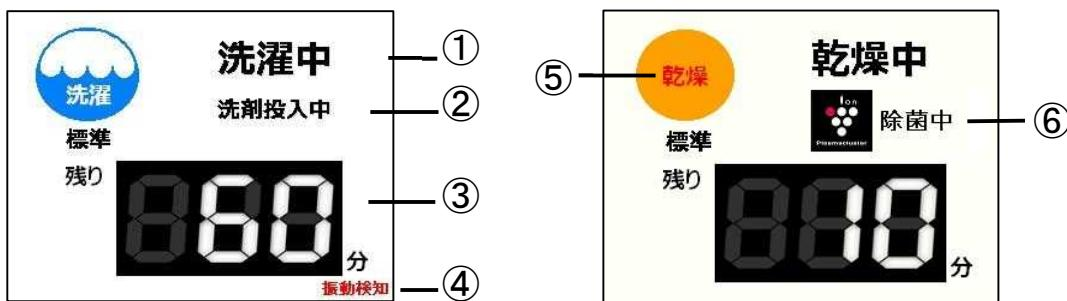

図 7-2
7. 1. 2 運転中の画面(図 7-2)
- ① 現在の工程が表示されます。
- ② 洗剤・助剤の投入状態が表示されます。
- ③ 残りの運転時間が表示されます。
- ④ 振動検知スイッチが作動していると表示されます。(7. 1. 7参照)
- ⑤ 乾燥工程時、燃焼中は乾燥が赤文字になります。
- ⑥ 乾燥運転時にプラズマクラスターイオンが供給され、槽内にイオンを放出して衣類を除菌※します。
振動検知スイッチが作動している時に、図 7-2 のように画面の中に赤字で“振動検知”と表示されます。
運転中の画面(図 7-2)を長押ししてメイン画面に移動します。その後、試運転画面に移動します。試運転画面で [停止] を2回押すことで、機械を完全停止できます。(図 7-22)